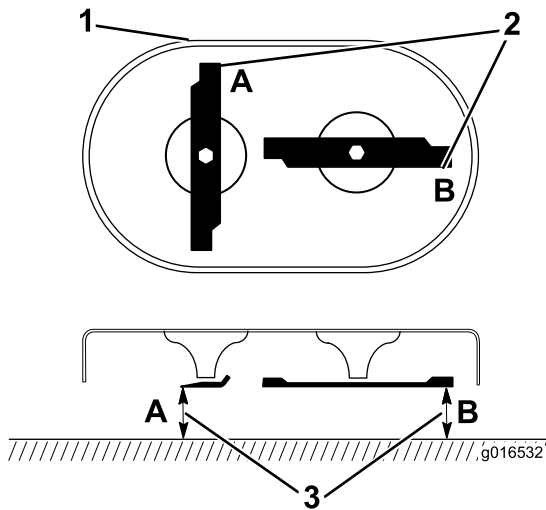

Bild 42
1. Drehen Sie die Messer, bis sie wie in Bild 42 dargestellt positioniert sind.
2. Messen Sie an den Stellen **A** und **B** von der ebenen Fläche zu den Schnittkanten (Bild 42) und notieren Sie beide Werte.